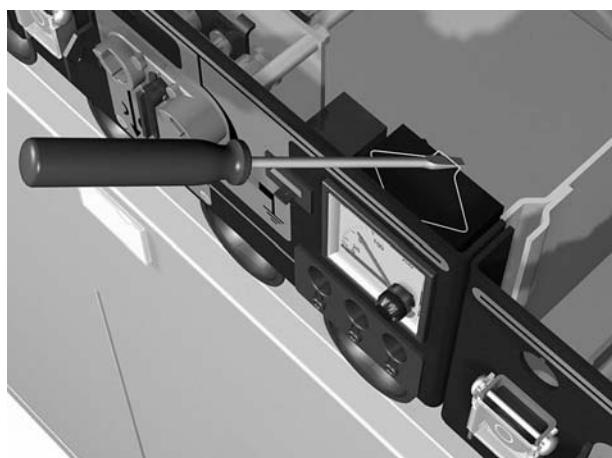

Рисунок 6-6: Снятие металлических креплений
5. Вытащите амперметр, отогнув металлические крепления сверху (см. Рисунок 6-6).